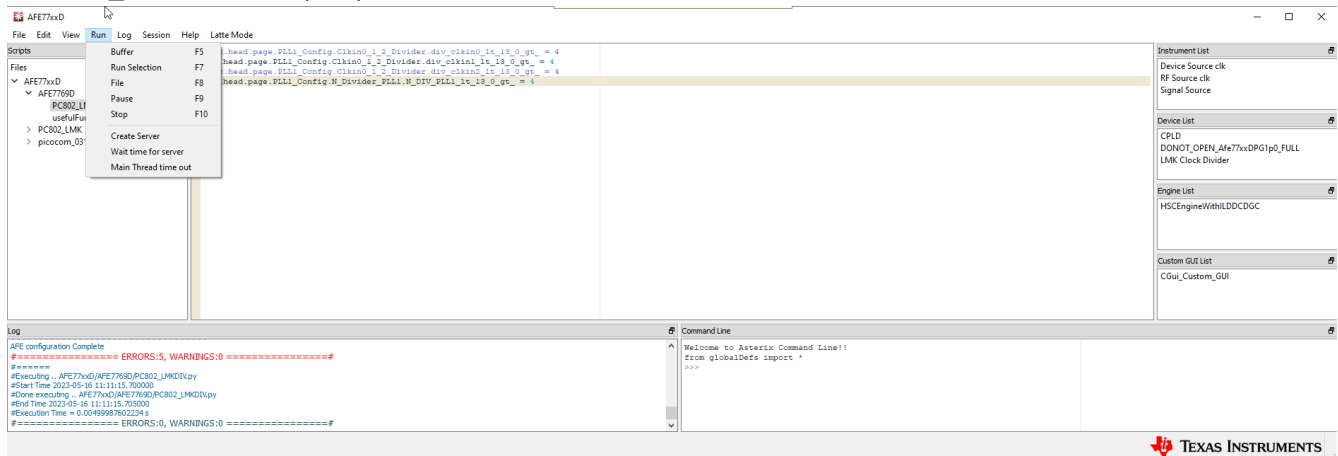

图 3-16. 运行 LMK 脚本
9. 通过按 F5 或依次点击 “Run” > “Buffer” 来运行脚本。您应该会在日志窗口中看到如图 3-16 中所显示的输出，表明脚本已运行且没有错误。运行该脚本后，如果连接了来自 PC802 的 122.88MHz 基准，则 LMK_LOCKED LED (D11) 会亮起。